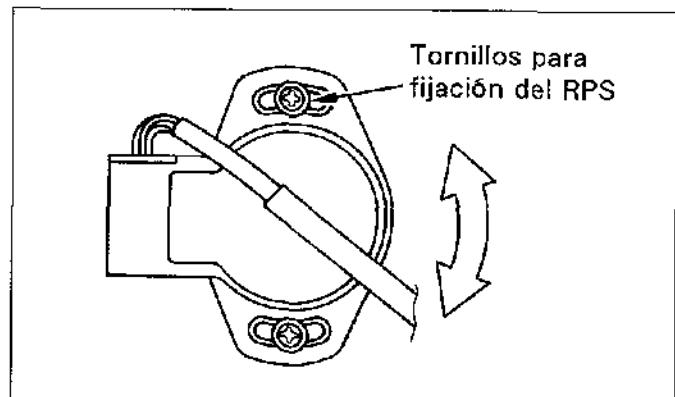

Figura.15-41
(5) Conecte la alimentación y aplique 5V ó 12V. Espere durante algunos minutos a que se establezca la tensión.
(6) Asegúrese de que la tensión de entrada V_c es estable conectando el polo \oplus del probador a la toma roja del mazo de cables de comprobación.
(7) Conecte el polo $(+)$ del probador a la toma amarilla del mazo de cables de comprobación, y mientras mide la tensión de salida, gire el RPS de modo que V_A pase a ser la "tensión de salida del sensor" como se indica en las especificaciones de prueba. Cuando la tensión de salida ha llegado al valor especificado, fije el RPS apretando los tornillos. (Vea la figura.15-41)